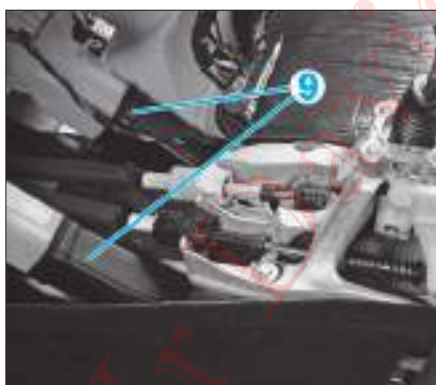

FIG. 23
- Soulever l'arrière du bloc de chauffage afin de le sortir des conduits d'air (9) pour les passagers arrière (Fig.23).